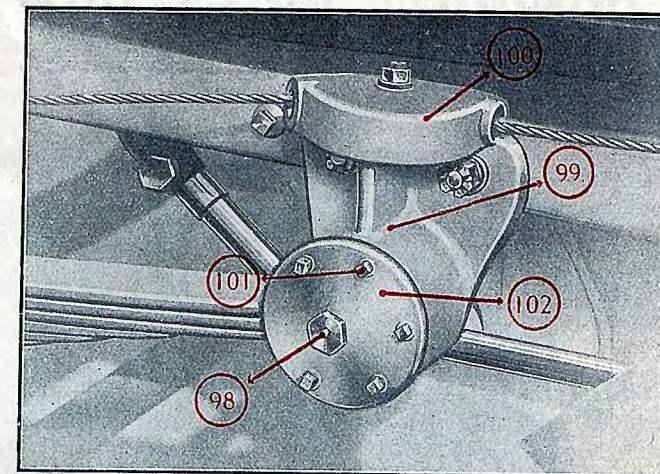
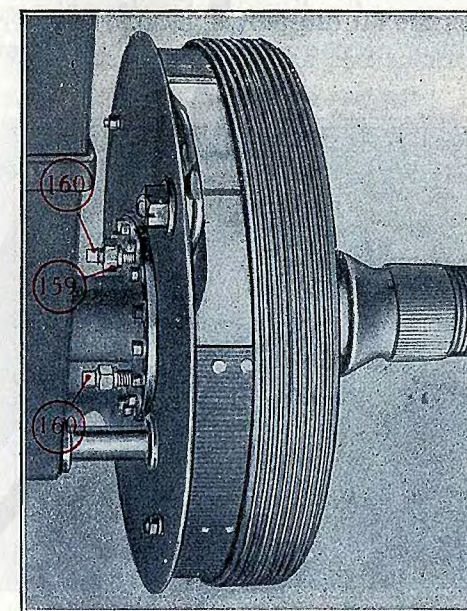
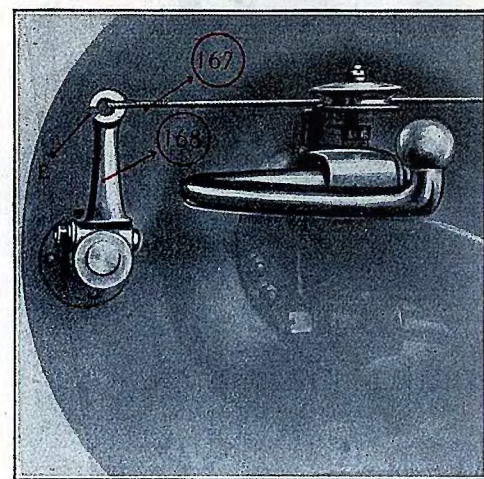
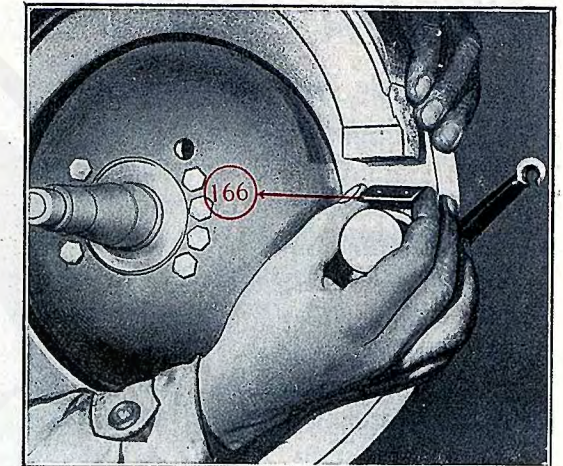

FIG. 25
FIG. 35
FIG. 37
FIG. 36
la boîte 99, fig. 25, en enlevant le couvercle 100 (même fig.) et décrocher l'extrémité du câble 167, fig. 37, de l'œil du levier 168 par l'encoche E. Ce réglage sert uniquement à rattraper l'allongement du câble, il doit être tenu très légèrement lâche, la pédale étant au repos. La clé de frein doit être également au repos comme indiqué figure 38
(bonne position) et ne jamais être entraînée par le câble comme dans la fig. 37 (mauvaise position). En appuyant sur le levier de frein avant vers l'avant, il faut que le câble reste légèrement lâche et que le levier soit au repos. Il faut alors pour régler procéder de la façon suivante: Roues arrières: 1° desserrer les contre-écrous 159 et les deux vis 160 (fig. 35) de 2 tours. A l'intérieur du tube de pont (158) se trouve l'arbre de commande qui se termine par un cône sur lequel est monté claveté le moyeu (166) lequel supporte le tambour de frein (156). Il faut alors enlever le moyeu. A cet effet enlever, après avoir dégoupillé l'écrou en bout de l'arbre intérieur, ensuite, au moyen d'un tire-rope, vissé sur le moyeu, on fera sortir le tambour comme indiqué figure 35. Sortir le tambour complètement. Il faut alors placer des cales en acier (166) sous les mâchoires comme l'indique la fig. 36. (La cale doit avoir au minimum 1 mm 5 d'épaisseur pour ne pas se déformer; elle doit être solidement fixée sur chaque mâchoire.